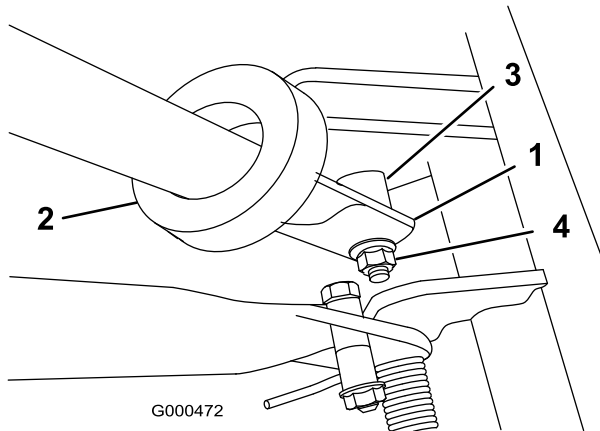

Figura 9
2. Inserite le estremità della stegola nelle fessure dei bracci di supporto della stegola (Figura 9).
3. Premete verso l'interno le estremità della stegola e montatele sul gradino del perno girevole (Figura 9).
4. Fissate la stegola al bullone ed al perno girevole con il dado di bloccaggio flangiato (Figura 9).